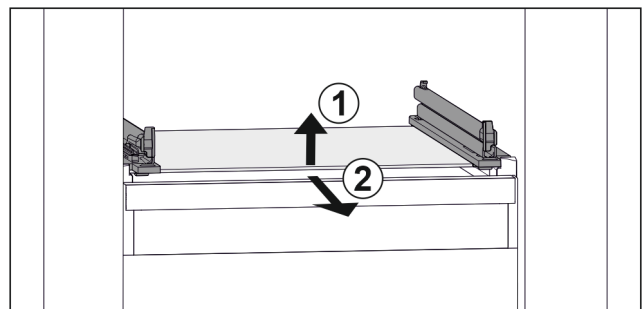

Fig. 36 Приблизне відображення скляної пластини
- ▶ Підняти скляну пластину спереду. Fig. 36 (1)
- ▶ Вийняти скляну пластину рухом вперед. Fig. 36 (2)